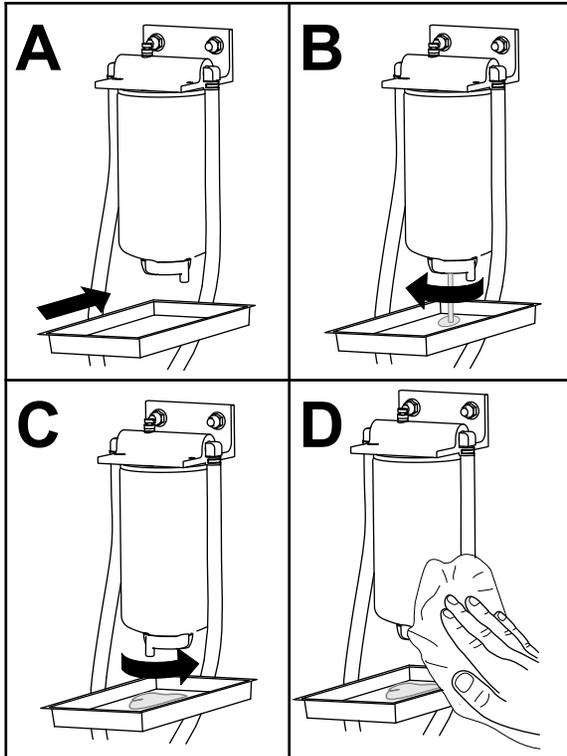

図 86
1. 図 86 に示すようにして、燃料/水セパレータから水を流し出す。